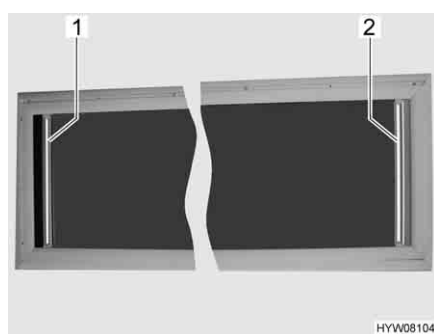

Fig. 42 Finestra apribile sul tetto
- Afferrare la tendina oscurante pieghevole (Fig. 42,2) per la parte centrale della barra di presa, estrarla e rilasciarla nella posizione desiderata. La tendina oscurante pieghevole rimane in questa posizione.
- Afferrare la tendina oscurante pieghevole (Fig. 42,2) per la parte centrale della barra di presa e spingerla lentamente nella posizione iniziale.
- Afferrare la protezione contro gli insetti (Fig. 42,1) per la parte centrale della barra di presa, estrarla e rilasciarla nella posizione desiderata. La protezione contro gli insetti rimane in questa posizione.